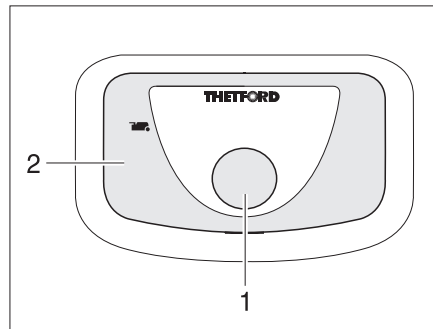

Bild 158 Spolknapp/kontrollampa
- För att spola, tryck på den blå spolknappen (Bild 158,1).
Kontrollampan (Bild 158,2) lyser när Thetford-kassetten måste tömmas.
- Skjut spjällspaken (Bild 158,1) medurs. Spjället stängs. För att kunna tömma toaletten **måste** spjället vara stängt i Thetford-toaletten.